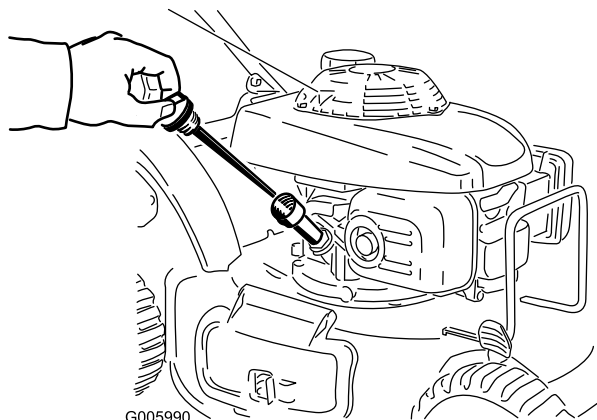

Figura 19
1. Rimuovete l'asta di livello, pulitela e inseritela nel bocchettone di riempimento dell'olio, **senza avvitarla** (Figura 19).
2. Rimuovete l'asta e controllate il livello dell'olio (Figura 19).
Se sull'asta di livello non ci sono tracce di olio, versate **lentamente** dell'olio nel tubo di riempimento e controllatene di tanto in tanto il livello con l'apposita asta fino a quando l'asta non indica che il motore è pieno, come illustrato nella Figura 19. **Non riempite troppo.** (Riempimento massimo: 0,55 litri, tipo: olio detergente SAE 30 con classificazione API , SH, SJ, SL o superiore.)